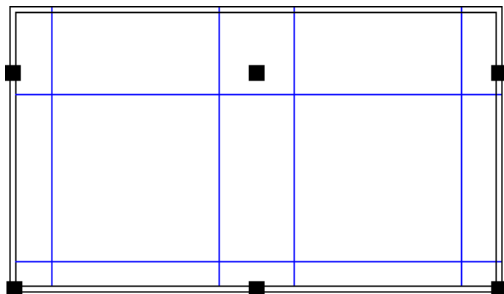

图 17.12.19 调整长度
(4) 将偏移出的直线图层切换到“门窗”图层。首先将创建出来的偏移直线全部选中, 然后在“图层”面板中选择“门窗”图层。
(5) 选中偏移的直线, 将直线的长度大致调整至图 17.12.19 所示的长度。